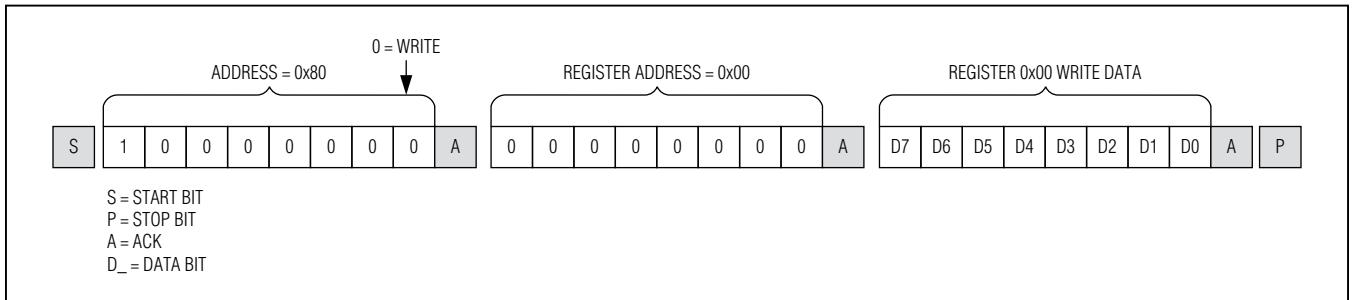
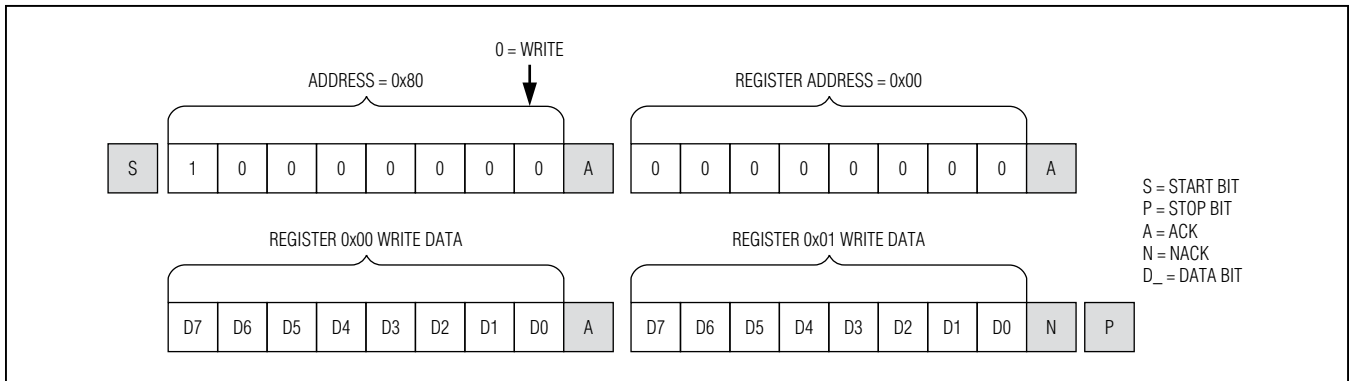

图28. I2C写操作格式
图29. 写多个寄存器的格式
字节为寄存器地址或命令字节。寄存器地址决定下个字节(如果收到的话)写入器件的哪个寄存器。如果在收到寄存器地址后检测到STOP (P)条件，器件除了储存寄存器地址外不采取其它动作(图28)。寄存器地址字节之后接收的是数据字节。第一个数据字节存储至寄存器地址所选的寄存器，随后的数据字节分别存储在后续的寄存器(图29)。如果在STOP条件之前收到了多个数据字节，这些字节将存储到后续的寄存器，寄存器地址自动递增。